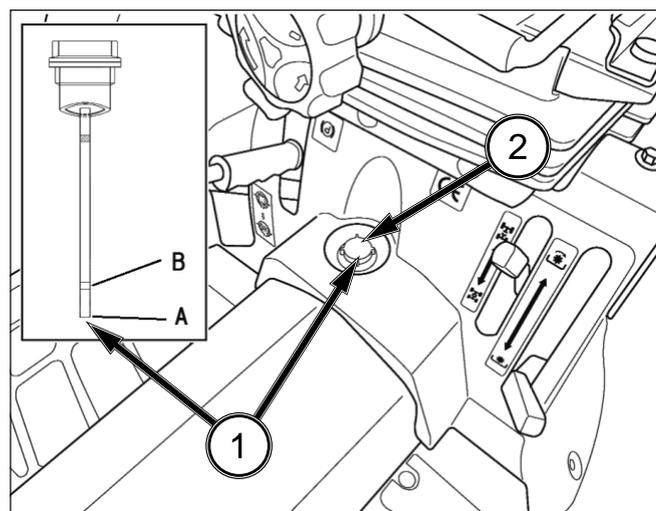

FIG. 94
FIG. 94: Para comprobar el nivel de aceite de la transmisión - Estacione el tractor en una superficie plana. Saque la varilla de comprobación del nivel de aceite (1). El nivel de aceite debe situarse entre el límite superior A y el extremo de la varilla del aceite B. En caso necesario, complete el nivel quitando el tapón de llenado (2) y añadiendo aceite por el orificio de llenado.